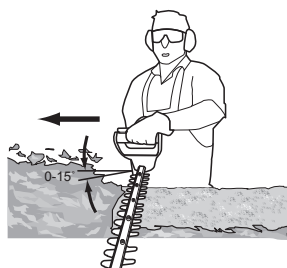

Fig. 6
7. Depois de cortar os lados, prossiga para o topo. Tente manter o dispositivo de corte a um ângulo de aproximadamente  $15^\circ$  relativamente à superfície de corte (Fig. 6).